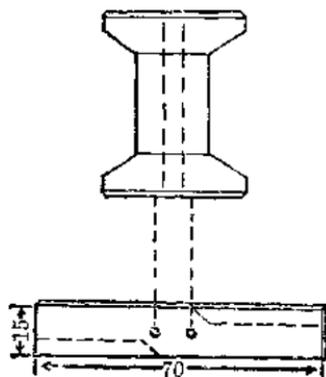

图 2
3. 把长 70 毫米、阔 15 毫米的竹片用橡胶刀削制成一螺旋桨(图 2)。在螺旋桨的中间部分钻两个小孔，它们之间的距离正好跟线团木芯上两只小钉之间的距离相同。小孔应略大于小钉的直径。